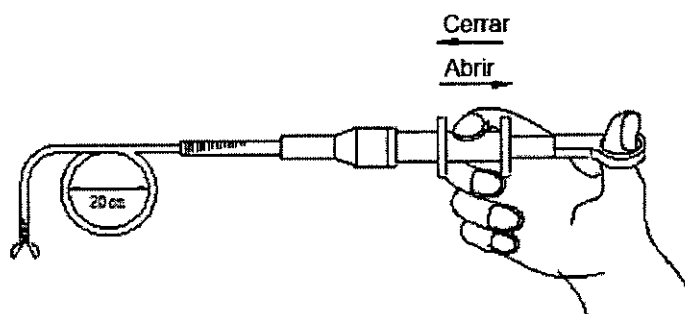

Figura 3.9.2. Inspección de la pinza para biopsia.
- Conectar el probador de fugas (parte que se vende por separado) al endoscopio de acuerdo con el método mostrado en la Figura 3.9.2. Durante la prueba de fugas, asegúrese de sellar bien el conector del cable del endoscopio con la tapa hermética resistente al agua y de separar la guía de luz del endoscopio del sistema de video.